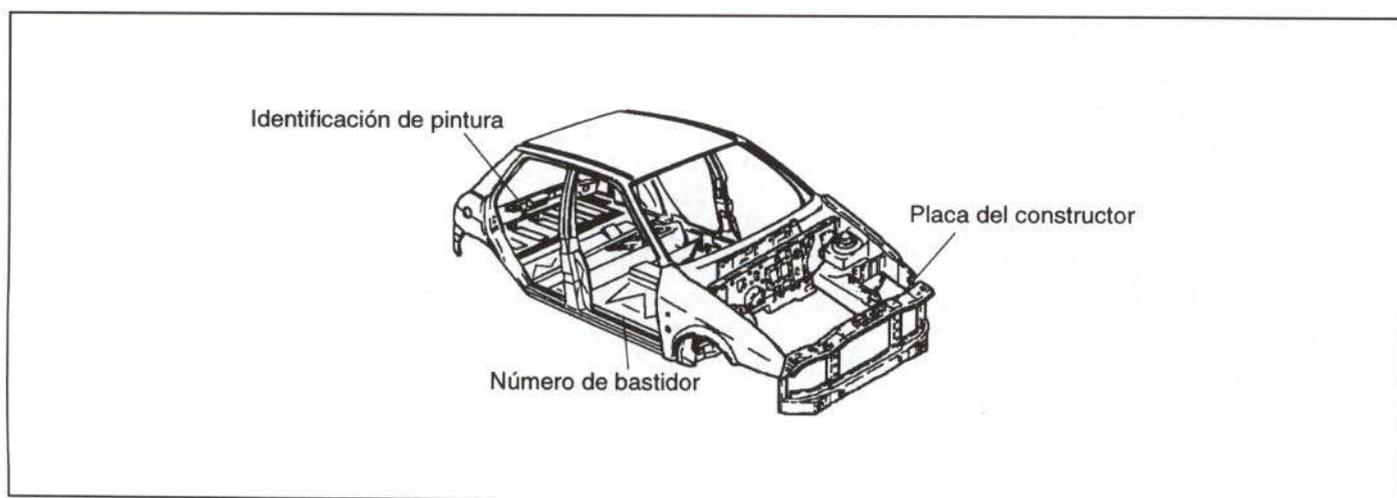

Figura 1.- Situación de las placas de identificación del vehículo
La situación de estas placas se refleja en la figura 1.
- **El número de bastidor** se encuentra troquelado en el lado derecho del piso del habitáculo (figura 1).